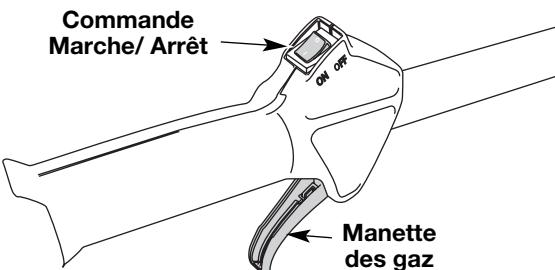

Fig. 8
3. Mettez la commande Marche/Arrêt Stop en position MARCHE (I) (Fig. 8).